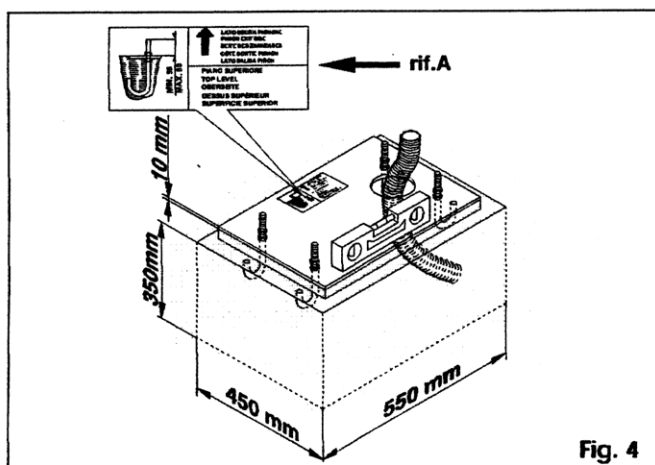

Fig. 4
- 1) Złożyć płytę fundamentową jak na rys.4.
- 3) Wykonać wylewkę fundamentową jak na rys.4 przewidując jeden lub więcej przepustów na przewody elektryczne. Sprawdzić dokładnie wypoziomowanie wylewki i odczekać na związanie cementu.